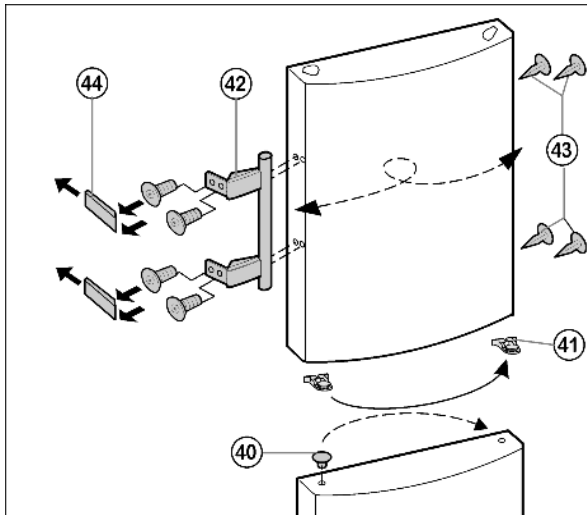

Fig. 9
- Disinserire il morsetto a molla Fig. 9 (41) dalla porta superiore e spostarlo sul nuovo lato cerniera.
- Estrarre il tappo Fig. 9 (40) dall'alloggiamento del supporto della porta in basso e spostarlo.
- ▶ Smontare le maniglie della porta Fig. 9 (42), i tappi Fig. 9 (43) e le piastre di spinta Fig. 9 (44) e spostarli sul lato opposto.